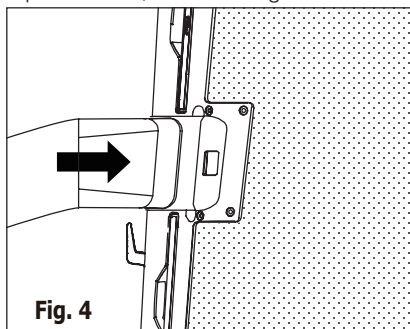

Fig. 4
2. Skub adapteren A ind i udskiftningshullet på enheden, som vist i Fig. 4.